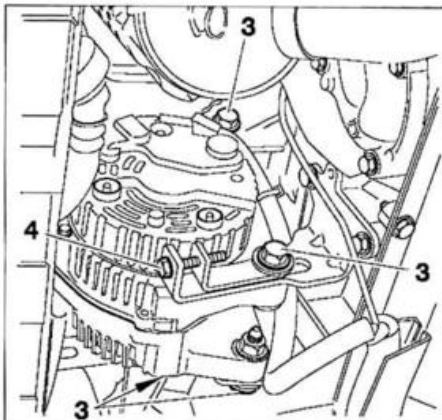

FIG. 11
- Aflojar los 4 tornillos (3) (fig. 11).
- Destensar la correa de arrastre de los accesorios actuando sobre el tornillo (4).
- Desmontar los 4 tornillos (3).